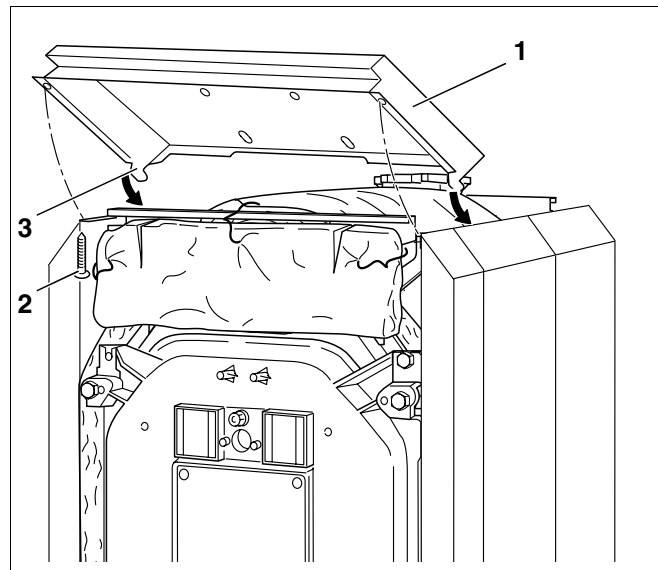

Fig. 51 Montage - capot avant
- Accrocher le capot avant (fig. 51, **pos. 1**) avec les deux crochets (fig. 51, **pos. 3**) dans les parois latérales avant.
- Visser le capot avant à l'aide de deux vis Parker (fig. 51, **pos. 2**) par le dessous sur les traverses longitudinales.